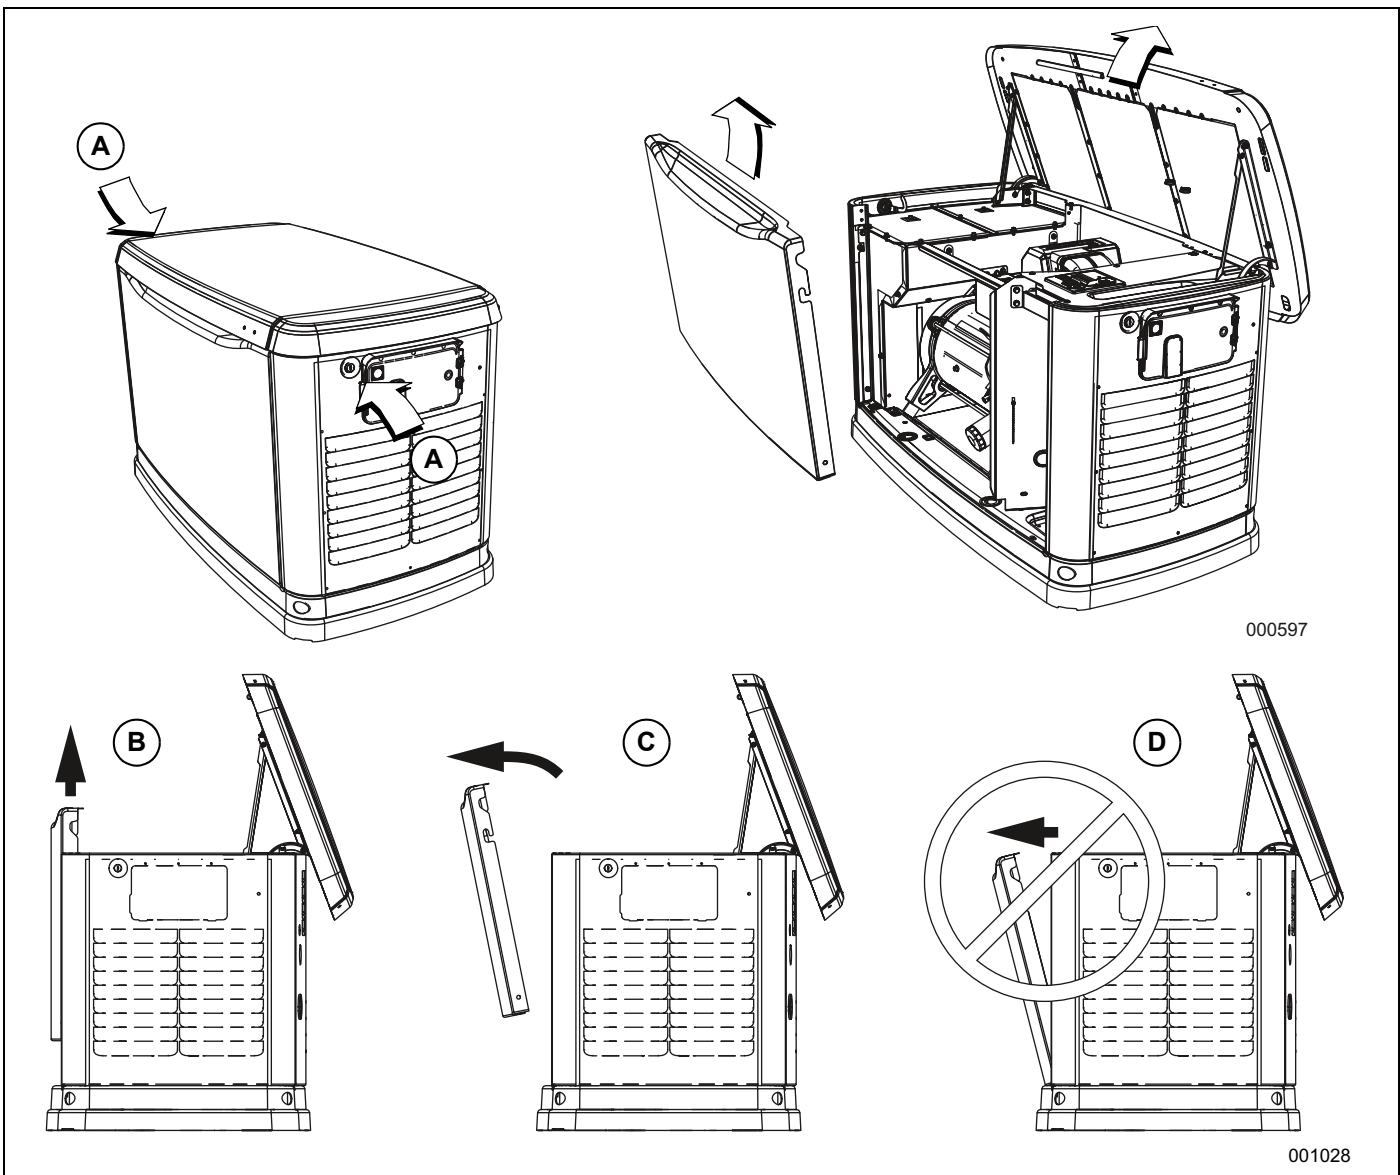

Figure 3-3. Emplacement des verrous latéraux et retrait du panneau avant
- Deux verrous ferment le couvercle, un de chaque côté (A à la Figure 3-3). Pour ouvrir le couvercle correctement, appuyez sur le couvercle à l'endroit des verrous latéraux et déverrouillez-les un côté à la fois.
REMARQUE : Soulevez toujours le panneau d'accès frontal avant de le retirer du boîtier (B et C à la Figure 3-3). Ne retirez pas le panneau du boîtier avant de le soulever (D à la Figure 3-3).